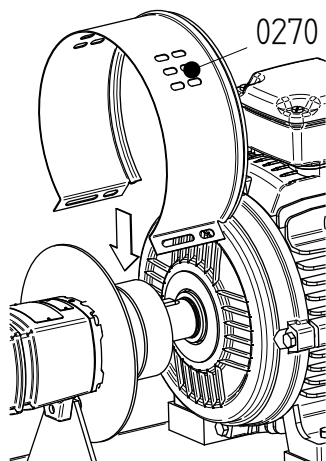

Рисунок 8: Установка кожуха на стороне двигателя
- 2 Снимите оба кожуха (0270). См. рисунок 8.
- 2 Ослабьте опору кронштейна (0140) на опорной плите, см. рисунок 8.